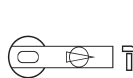

Fig. 2
Gire o botão (9) para o modo: (Ver fig. 2)